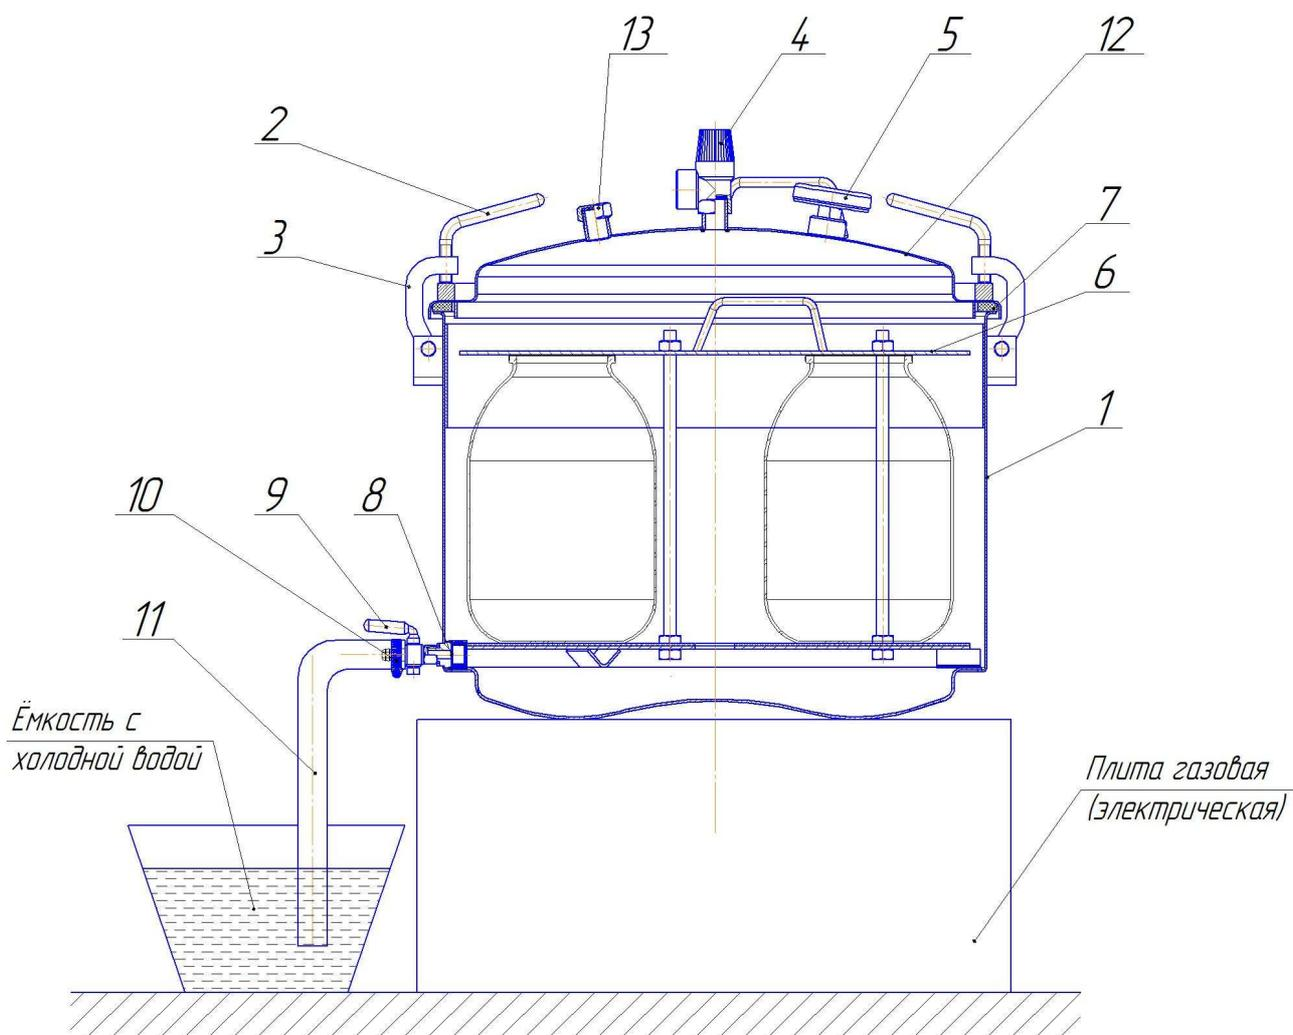

Рисунок 1 — Схема автоклава в сборе
2.3. Для защиты от брызг и пара при сливе воды с температурой выше 100°C, конец шланга слива 11 (рис.1) опустить в ведро (или другую ёмкость) с небольшим количеством холодной воды (водяной затвор) и закрепить его (например, привязав шланг к ручке ведра), иначе возможны хаотичные движения шланга с выбросом пара и горячей воды во все стороны в первые минуты слива воды.
- не откручивать упоры крышки 2 (рис. 1);
- при необходимости сбросить давление в автоклаве до полного прекращения выхода пара, повернув головку предохранительного клапана 4 (рис. 1) (для предотвращения попадания пара на руку надеть защитную перчатку);
- отвинтить упоры крышки 2 (рис. 1), отбросить прижимы 3 и снять крышку 12;
3.3. Проверить затяжку заглушки с прокладкой 14 (рис. 1).
3.8. Снять крышку 12 (рис. 1), аккуратно опустить кассету с банками в корпус автоклава.
3.9. Налить в корпус 1 (рис. 1) воду из-под крана или другого источника, уровень воды должен быть на 2 см ниже верхней кромки корпуса.
3.10. Установить крышку 12 (рис.1) на место. Набросить на крышку прижимы 3 с упорами 2 (рис.1) и, равномерно крест-накрест затягивая упоры 2 прижать крышку к корпусу.
3.14. Нагреть воду в автоклаве до температуры стерилизации. Поддерживать температуру стерилизации в течение времени, рекомендуемого в выбранном Вами рецепте. Контроль температуры осуществлять по стрелочному термометру 5 (рис.1), поддерживать её
3.15. После окончания времени стерилизации: выключить горелку, открыть кран 9 (рис.1) для слива воды, который снабжён дозирующим устройством (жиклёром 8), обеспечивающим слив воды за 20-30 минут.
3.16. После остывания автоклава до 95°C повернуть головку предохранительного клапана 6 (рис.1) не достигая щелчка, дождаться сброса давления в автоклаве. Эти действия позволят продолжиться процессам: слива воды и более интенсивному остыванию кассеты с банками.
3.18. Отвинтить упоры 2 (рис.1), отбросить прижимы 3, снять крышку 12.
3.19. Вынуть кассету 6 (рис.1) из автоклава и установить в безопасное место для дальнейшего остывания.
4.1. Убрать из автоклава кассету 6 (рис. 1).